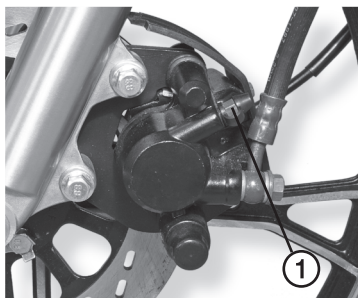

Рис. 17. Дисковый тормоз переднего колеса
- снимите колпачок с клапана выпуска воздуха (рис.17 поз.1); на штуцер клапана наденьте резиновую трубку, другой конец которой погрузите в емкость с небольшим количеством тормозной жидкости;